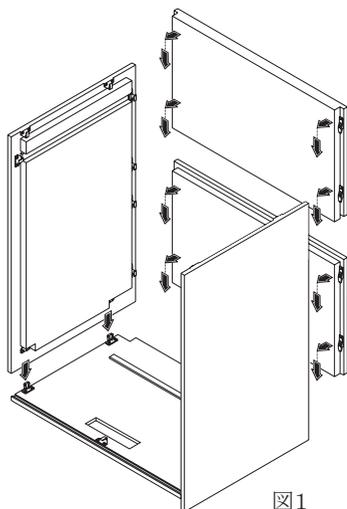

図1
- ▷ 図1: 底板に左右の横板を取り付けます。背面板(上下)を取り付けます。